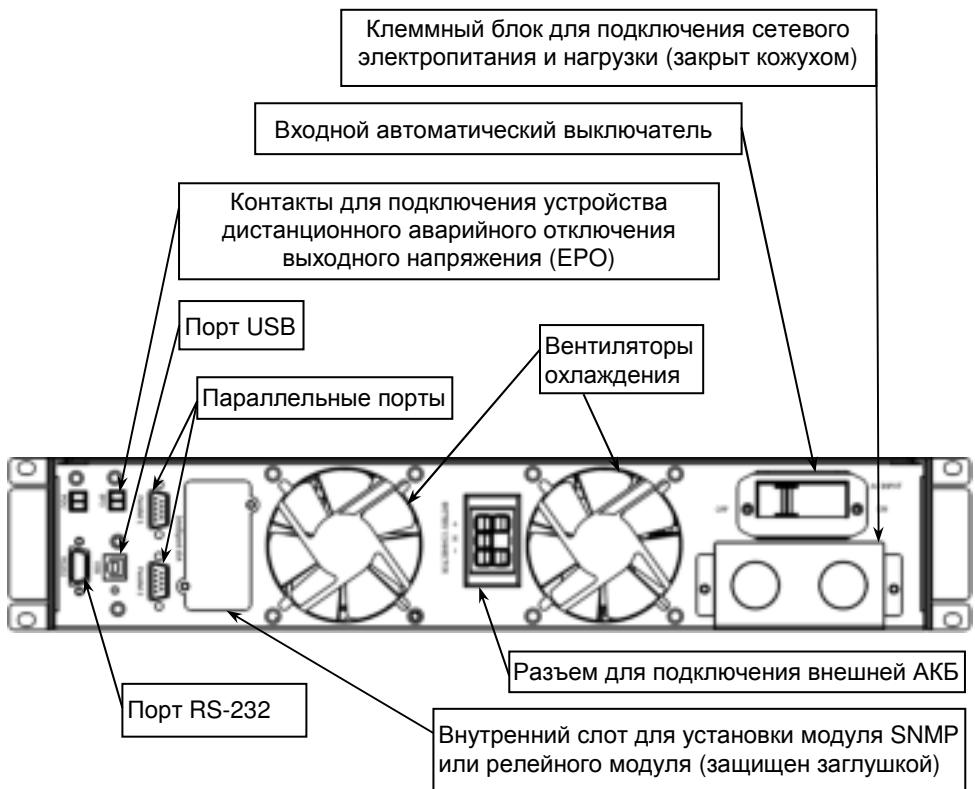

Рисунок 2 — Общий вид задней панели изделия.
**На задней панели изделия** расположены: клеммный блок для подключения цепи заземления, сетевого напряжения электропитания и нагрузки, разъем для подключения внешней аккумуляторной батареи, вентиляторы охлаждения и разъемы коммутационных портов (см. рисунок 2).
- Переведите выключатель АКБ (SF) во включенное положение.
- Включите входной автоматический выключатель, расположенный на задней стенке корпуса изделия (см. рисунок 2):